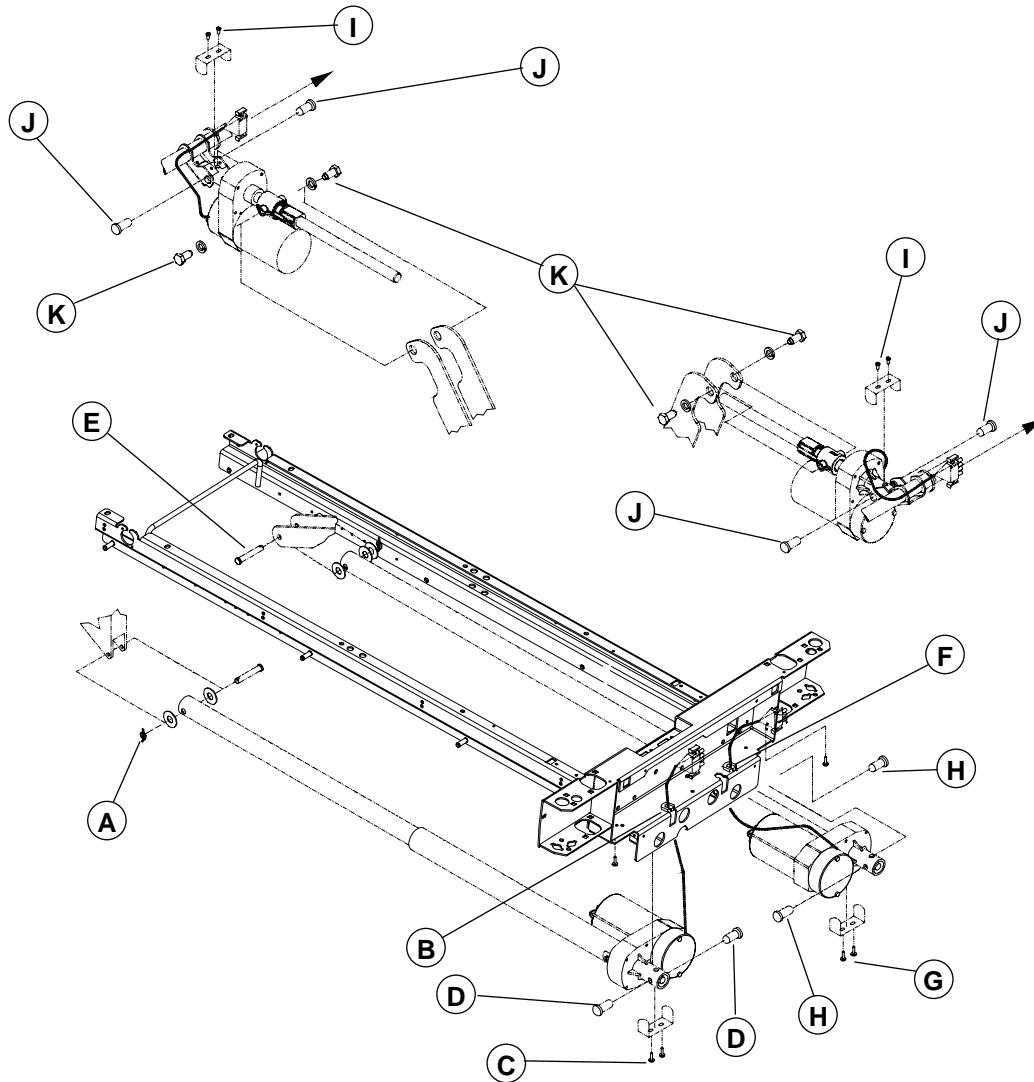

Figure 4.3B
4. À l'aide de pince à long bec, retirez la goupille enroulante/les rondelles/l'axe de chape (E, fig. 4.3B, page 32) rattachant les bras du levier de la section de cuisse au tube du vérin de cuisse.
À moins d'indication contraire, référez-vous à la figure 4.3B de la page 32 pour l'illustration des points de référence de cette procédure.